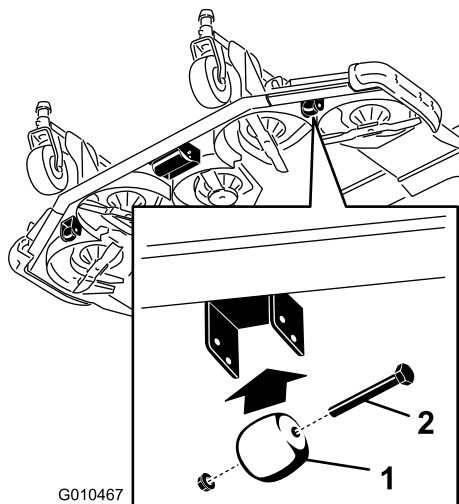

図 29
1. ローラのシャフトをデッキのブラケットに固定しているネジとナットを取り外す 図 29。
1. ゲージホイールを刈り込みデッキのブラケットに固定しているボルトとナットを外す 図 29。